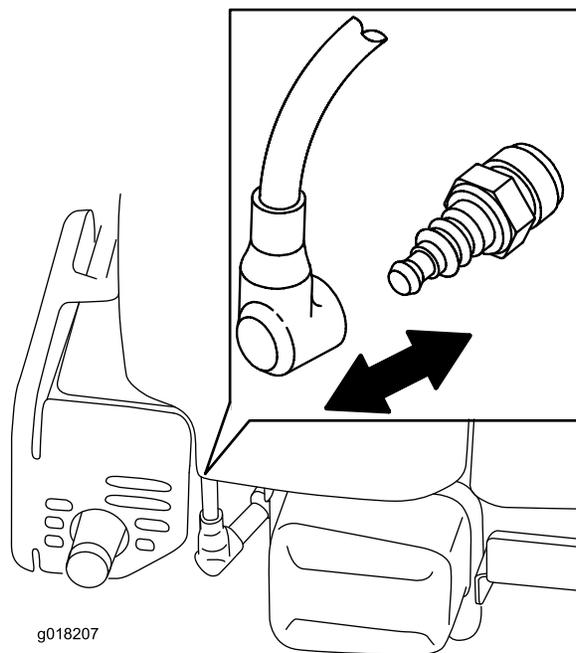

Рисунок 22
2. Отсоедините провод от свечи зажигания (Рисунок 22), прежде чем выполнять любые процедуры технического обслуживания.